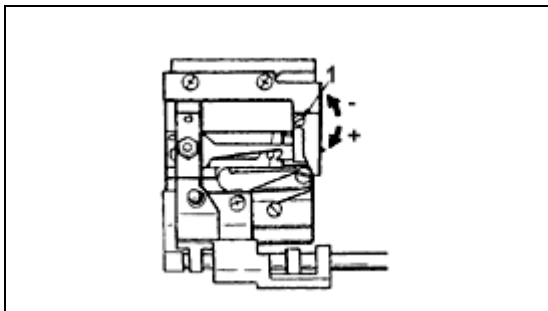

Fig. 31
Para ajustar o comprimento da ponta do fio permanecendo no lado do material no início da costura, incline a máquina em suas dobradiças para trás e gire o parafuso de ajuste (1) conforme indicado na fig. 31.